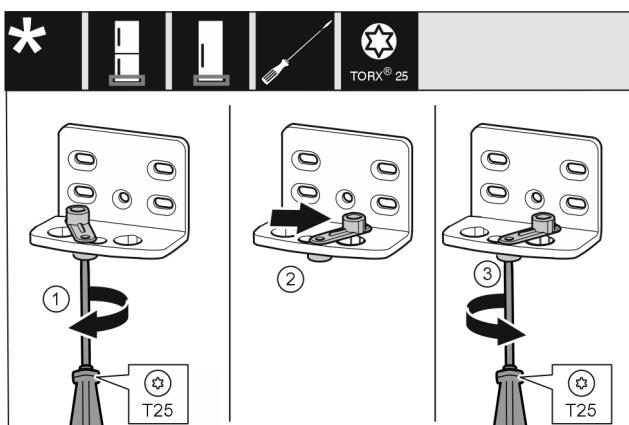

Fig. 12
- Vijake Fig. 12 (1) rahlo privijte z izvijačem.
- Privzdignite pripomoček za zapiranje vrat Fig. 12 (2) in ga v luknji zavrtite za 90° v desno.
- Zategnite vijak Fig. 12 (3) z izvijačem.